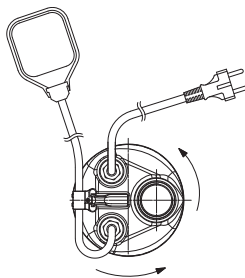

Fig. 6
3. Osservare il movimento della pompa all'avviamento (visto dalla parte superiore della pompa). Il senso di rotazione è corretto se il mantello della pompa si muove in senso antiorario, vedere fig. 6. Ciò significa che il motore sta girando correttamente ovvero in senso orario.